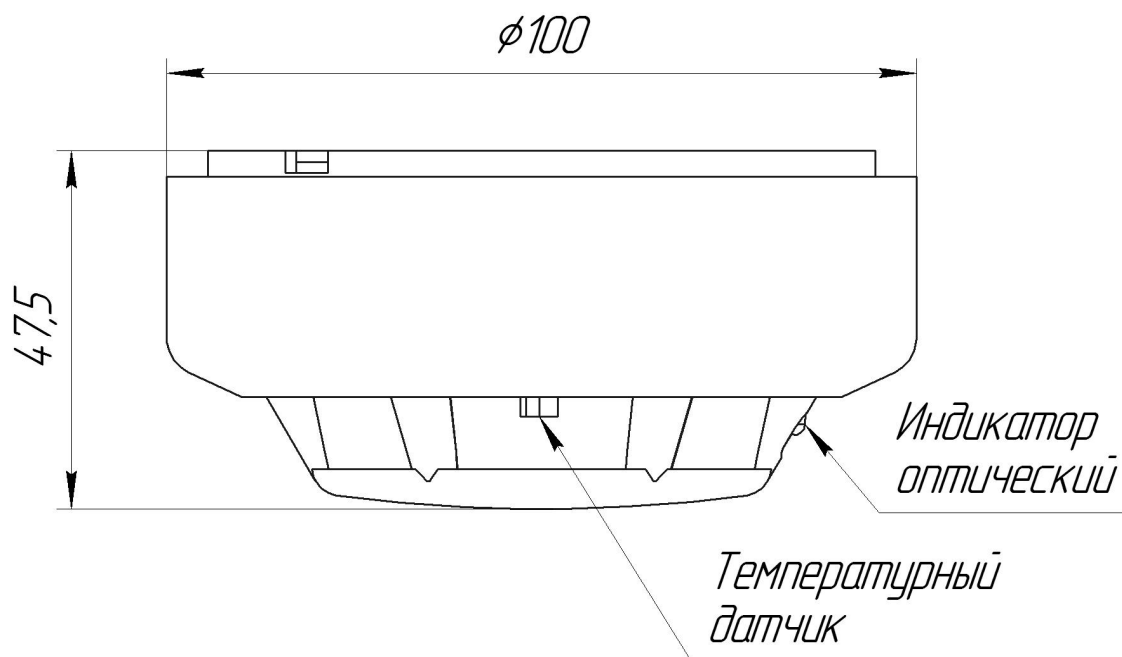

Рис. 1. Общий вид извещателя
6.3 Общий вид извещателя приведен на рис. 1.